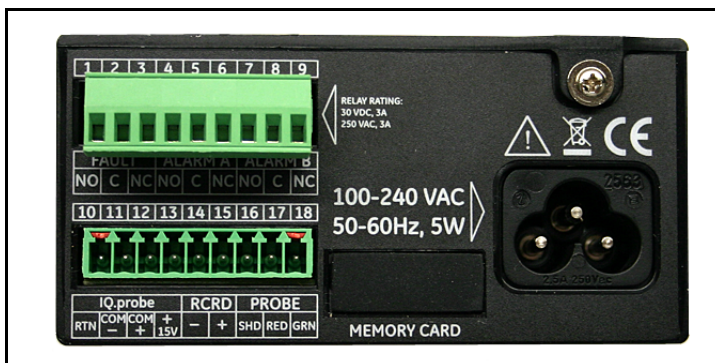
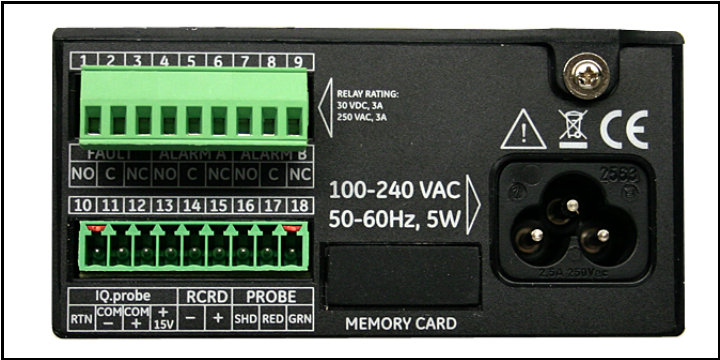

Figure 23: Connecteur inférieur retiré
Figure 28: Connecteur inférieur retiré
2. Retirez le connecteur du bornier inférieur en face arrière du **dew.IQ** (voir *Figure 23* ci-dessous).
2. Retirez le connecteur du bornier inférieur en face arrière du **dew.IQ** (voir *Figure 28* ci-dessous).
Reportez-vous au *Table 2* ci-dessous pour relier votre enregistreur analogique aux bornes 14 et 15 du bornier inférieur en face arrière du **dew.IQ** (voir *Figure 23* on page 20 ou *Figure 28* on page 23).